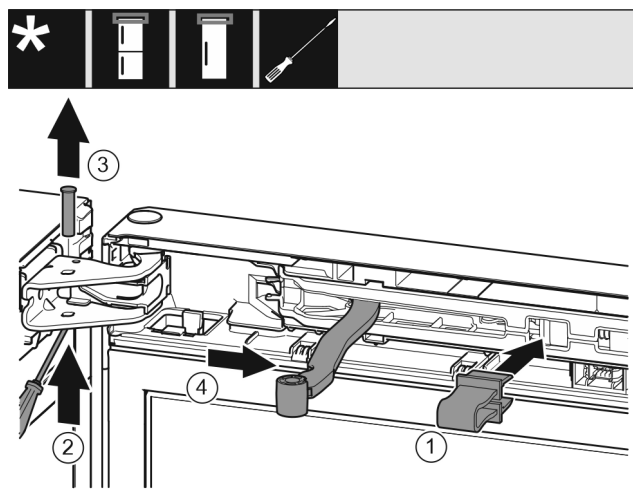

Fig. 13
- Innestare il fusibile Fig. 13 (1) nell'apertura.
- Estrarre il perno Fig. 13 (2).
- Rimuovere il perno Fig. 13 (3) verso l'alto.
- Ruotare il giunto Fig. 13 (4) in direzione della porta.